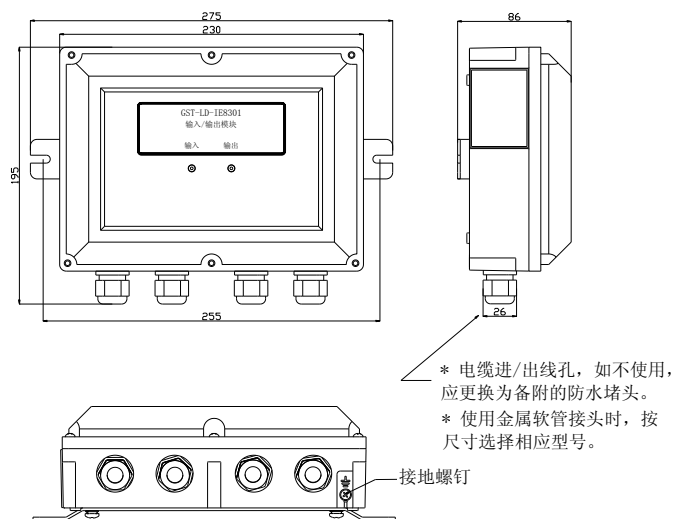

图 1 外形示意图
1. 模块外形示意图如图 1 所示。
对于金属软管线缆，请根据电缆接头的尺寸（如图 1 所示）选择合适的金属软管接头配接。布线应符合使用环境的要求，如耐热、耐腐蚀、防火等。